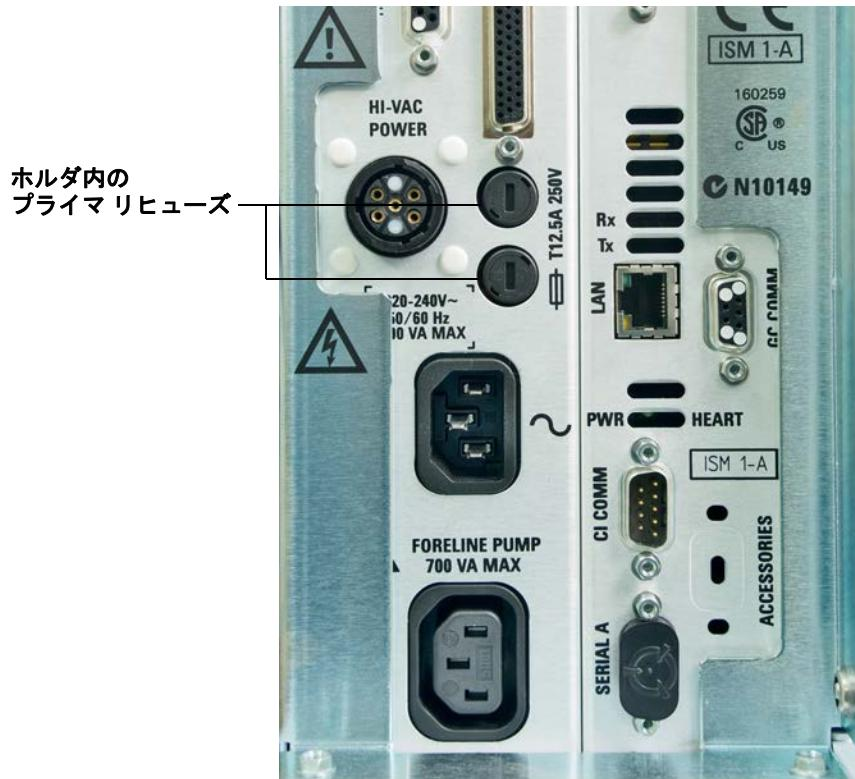

図 2 プライマリヒューズ
- どちらかのヒューズホルダを、ホルダが飛び出すまで反時計回りに回します。ヒューズホルダはバネで留められています。(28 ページの図 2 を参照してください。)